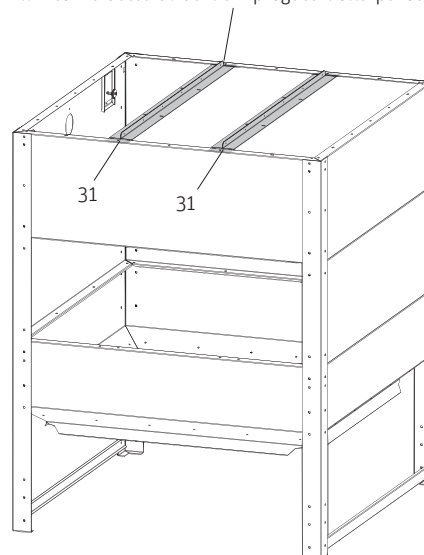

Fig.10 Montaggio dei supporti del cielo
Applicare i supporti (31) **all'interno** nel bordo ripiegato delle pareti laterali e fissarli ciascuno con 2 viti dall'esterno verso l'interno alle pareti laterali – Fig.10.